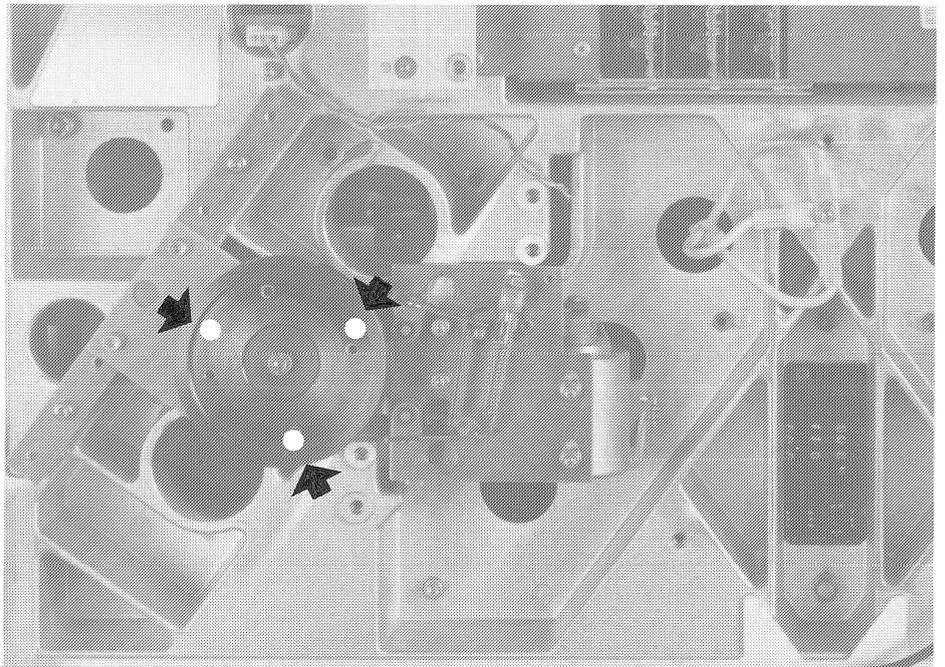

Fig. 55 Wickelmotor ausbauen
- Drei Innensechskantschrauben 4 mm lösen. Motor dabei von unten abstützen, siehe Fig. 55.